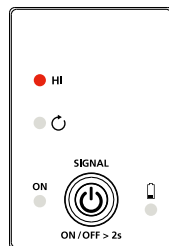

Figura 3.1d: Indicador do transmissor a exibir sinal no modo ALTO
3. O modo de sinal ALTO será ativado automaticamente quando o Transmissor for ligado. O visor apresentará as informações ilustradas na Figura 3.1d.